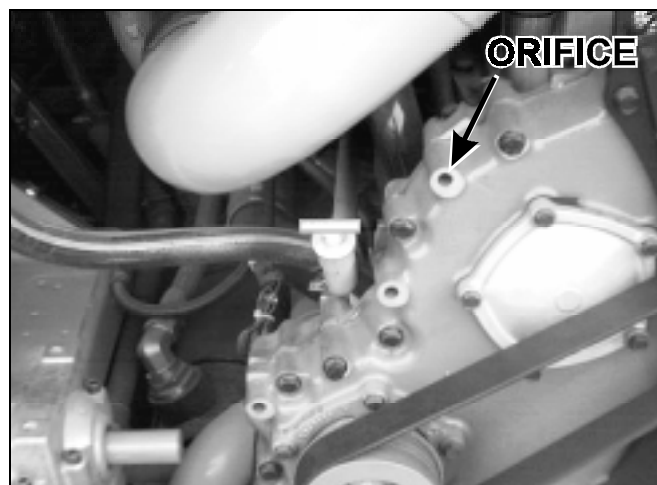

FIGURE 2
3. En consultant la figure 2, localiser sur le couvercle avant du moteur, l'orifice qui servira à fixer le support du tuyau d'admission d'air.
5. Insérer le long boulon (#5001361) dans l'orifice indiqué à la figure 2 (au besoin soulever le tuyau d'admission d'air).